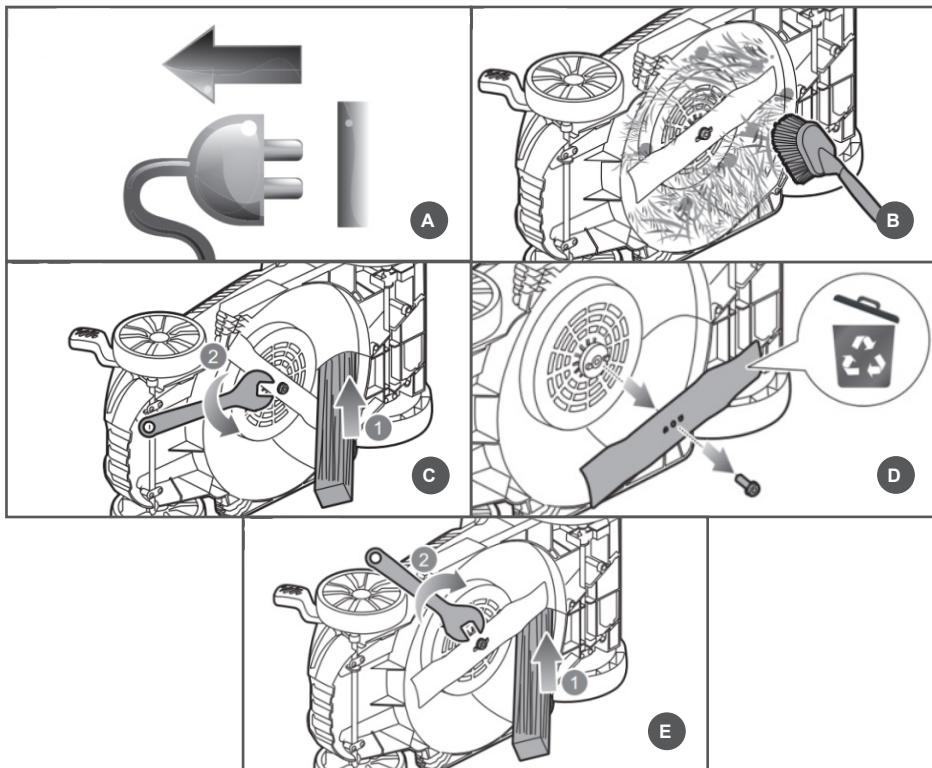

Рис. 15 Замена ножа
2. Возьмите одной рукой нож и крепко держите, или установите деревянный бруск 1 и зафиксируйте нож от проворачивания (Рис. 15).
3. Установите гаечный ключ 2 (в комплектность не входит) и открутите против часовой стрелки болт крепления ножа (Рис. 15).
5. Установите новый нож на адаптер 2 (Рис. 15) так, чтобы:
рачивания (Рис. 15).